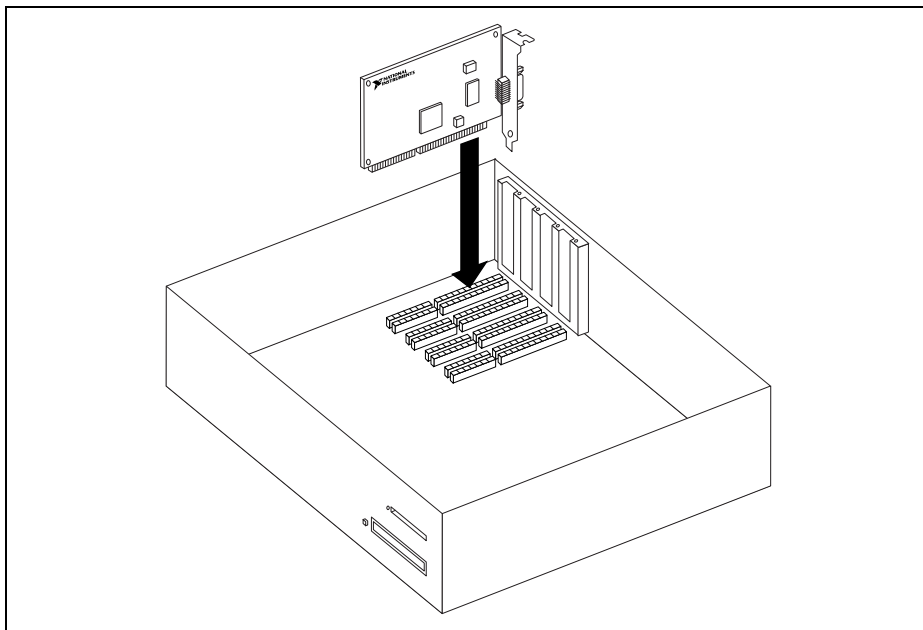

図3 AT-GPIB/TNT の取り付け方法
6. 図3で示されているように、AT-GPIB/TNT ボードの GPIB コネクタが背面パネルから突き出た状態で、ボードをスロットに差し込みます。きつい場合もありますが、無理にボードを押し込まないでください。